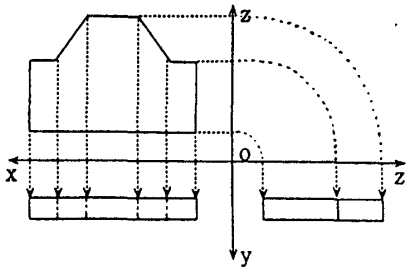

図5 線分の種類の決定方法
(3) 3次元モデルを、全ての線分を実線として三面図上に投影する。ここで、平面図上の点は、他面図では板金の厚みを表す線分に対応している。よって、平面図上の点から座標軸に垂線を下ろし、平面図上の他の線分と交わった場合、板金の厚みを表す線分を破線として投影する(図5参照)。